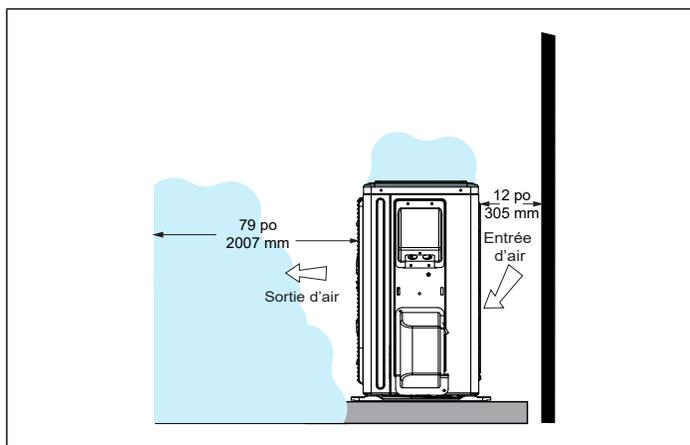

Figure 20. Débit d'air d'une unité extérieure obstruée par de la neige (typique)
- Dans certaines régions fortement enneigées, ne pas placer l'unité là où la neige peut s'accumuler comme illustré à la « Figure 20. Débit d'air d'une unité extérieure obstruée par de la neige (typique) ».